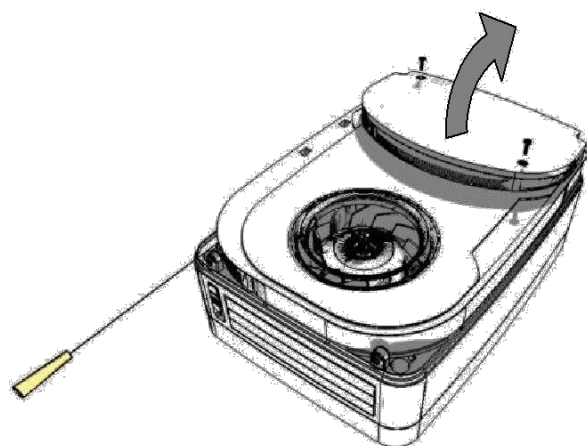

Fig.4
- 4) Verwijder de 2 schroeven en maak de elektrische afdekking los (Fig. 4).